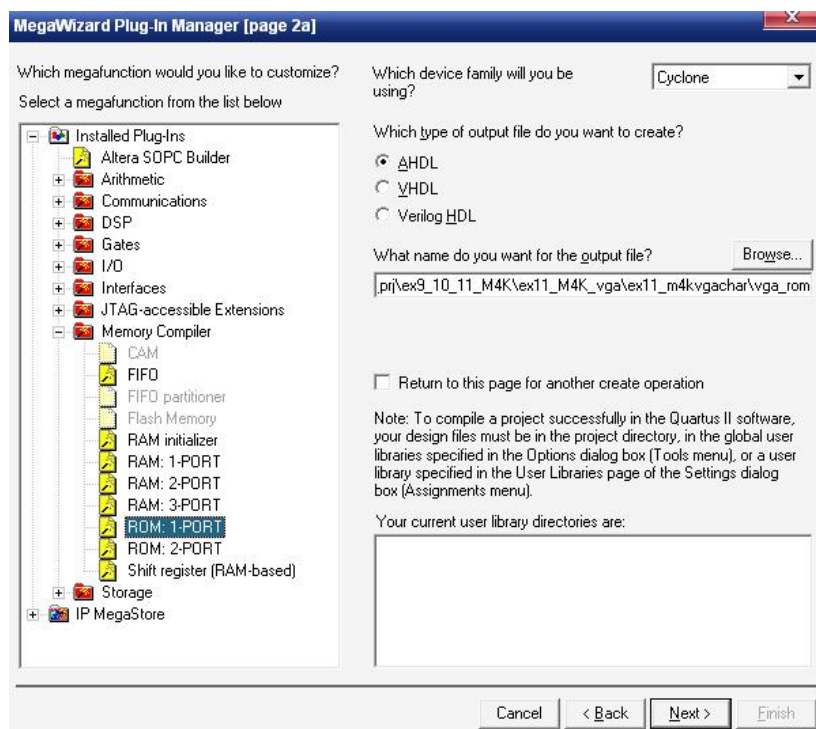

图 5.67 新建单口 ROM
② 进入 MegaWizard 界面（如果不知道如何进入，参考 PLL 配置实验），选择 ROM:1-PORT，在 Browse 下的路径最后写上 vga_rom，即新建一个名为 vga_rom 的单口 ROM。如图 5.67 所示，点击 Next。